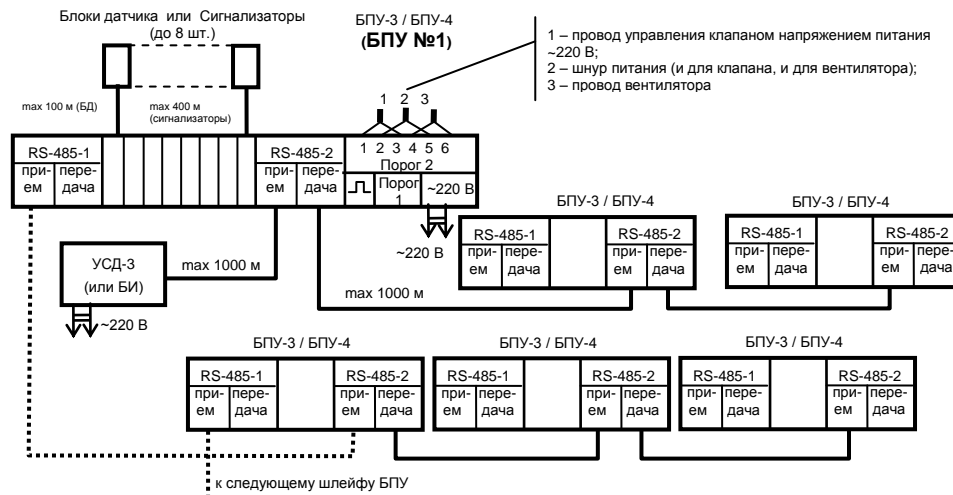

Рисунок 2 – Примерная схема соединения БПУ в Систему линией RS-485
У провода управления клапаном (или иным оборудованием) с напряжением питания ~220 В и его провода питания зачистить концы жил и вставить их в отверстия контактов клеммника "Порог 2" БПУ №1 (см. рисунок 2 и пункт 5.4) в соответствии с маркировкой контактов клеммника (маркировка указана для отключенного реле (светодиод "КЛАПАН" не горит)) и зажать винтами клеммника.
4.7.10 На концы проводов линий RS-485 (при наличии) установить телефонные вилки RJ45 с помощью кримпера, при этом следить, чтобы соблюдалось соответствие цветовой маркировки жил на обоих концах провода. **Длина линии от БПУ к БПУ и от БПУ к УСД-3 (БИ) – не более 1 км.** Вилки вставить в розетки БПУ "ПРИЕМ"/"ПЕРЕДАЧА" соответствующих линий RS-485; линия "RS-485-2" используется для последовательного соединения БПУ (в шлейф) и с УСД-3 (БИ), линия "RS-485-1" – для соединения шлейфов между собой (см. рисунок 2).